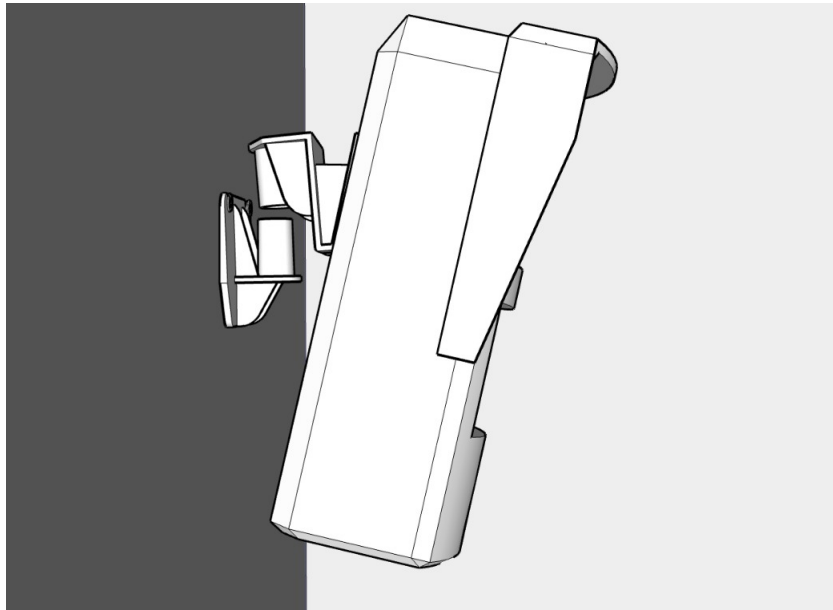

Figura 14: Encaixe do sensor com à base
- 4) Após fixado o suporte, encaixe o sensor à base (1) de cima para baixo, conforme indicado na Figura 14, atentando-se a passagem dos fios no local indicado.